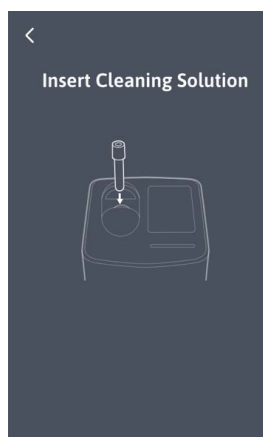

Рисунок 39
2. Когда на экране появится окно с соответствующим запросом (Рис. 39), вставьте пробирку deepCLEAN или подготовленную вручную пробирку с 6–7 % раствором гипохлорита натрия в положение для загрузки образцов, чтобы запустить автоматизированную процедуру.